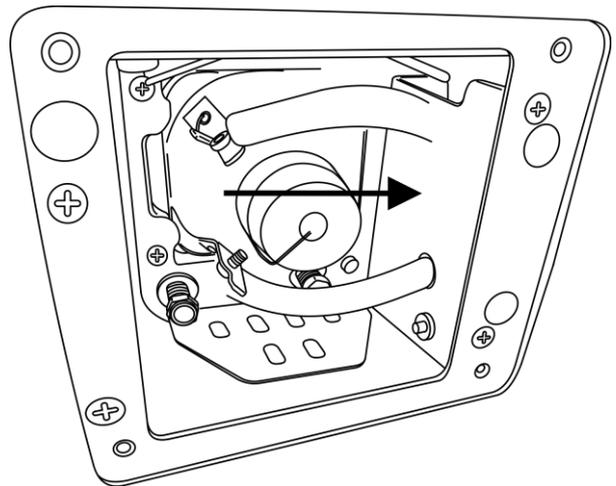
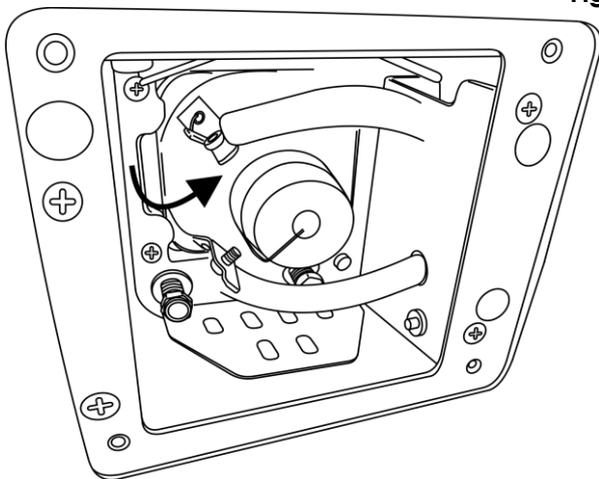

Fig. 04
Fig. 05
- 04) Retirez l'ancienne lampe en poussant la lampe vers la droite (fig. 04), et en relâchant le côté gauche (fig. 05).